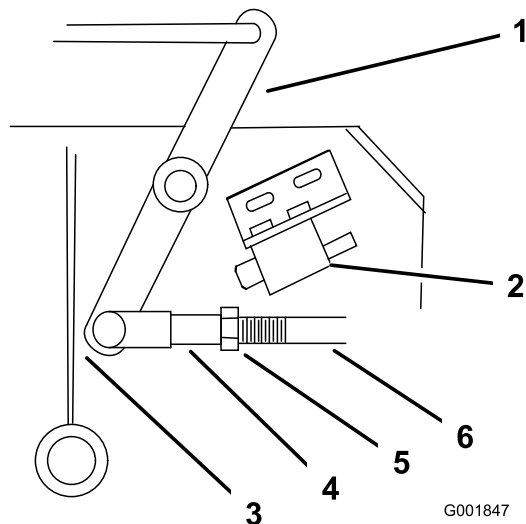

Figure 51
- Ajustez la longueur de la timonerie de sorte que l'extrémité la plus basse du levier coudé passe juste le renfort de support de l'essieu (Figure 51).
9. Desserrez l'écrou contre la chape (Figure 51).